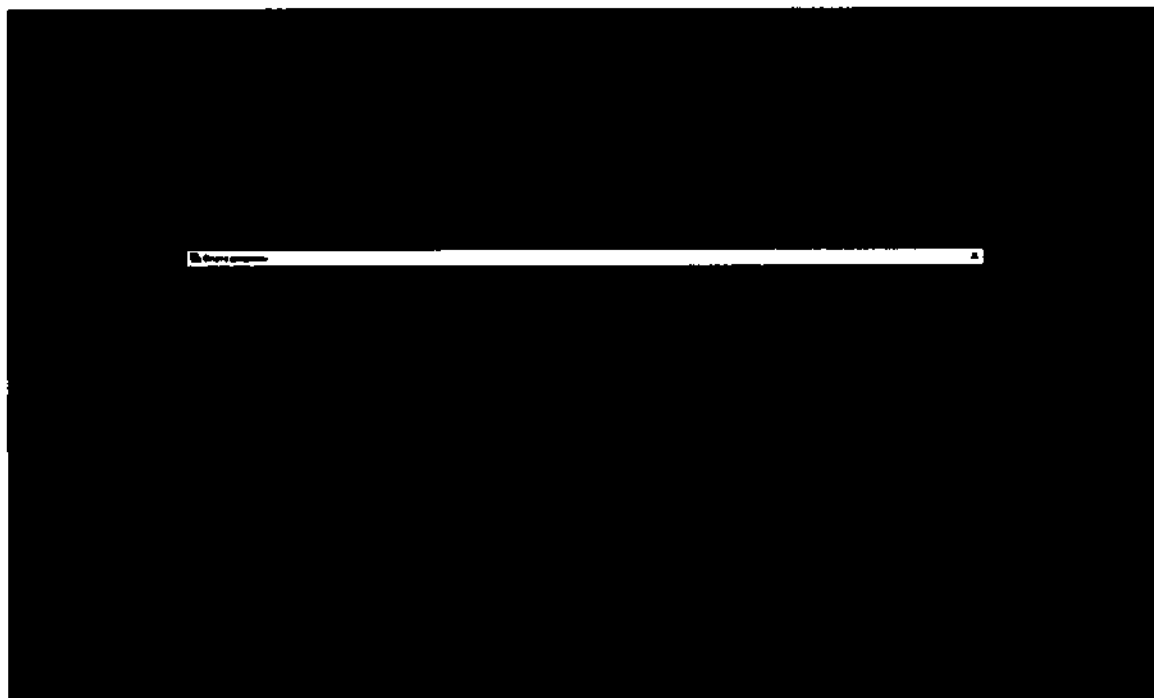

Рис. 43 Внешний вид окна Экспорт
- Введите параметры отбора в окне поиска (Рис. 43 Внешний вид окна Экспорт);